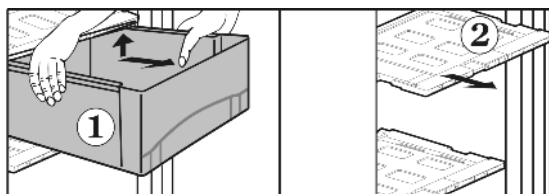

Fig. 16
- ▶ Zásuvky Fig. 16 (1) vytáhněte ven až na doraz.
- ▶ Víko zásuvky Fig. 16 (2) s regulátorem vlhkosti u vyjmuté zásuvky vyklesněte nahoru a vytáhněte dopředu.